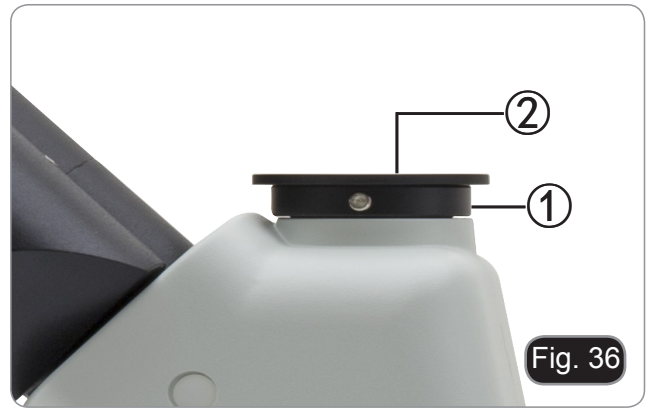

Fig. 35
4. Drehen Sie den Rändelring am Analysator ① und nehmen Sie mit Blick in die Okulare die dunkelstmögliche Position ein. (Fig. 35)